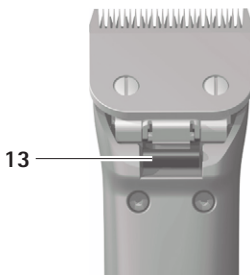

Fig. 4
- Trykk klippeshodelåsen **14**, *gukla Fig. 4.*